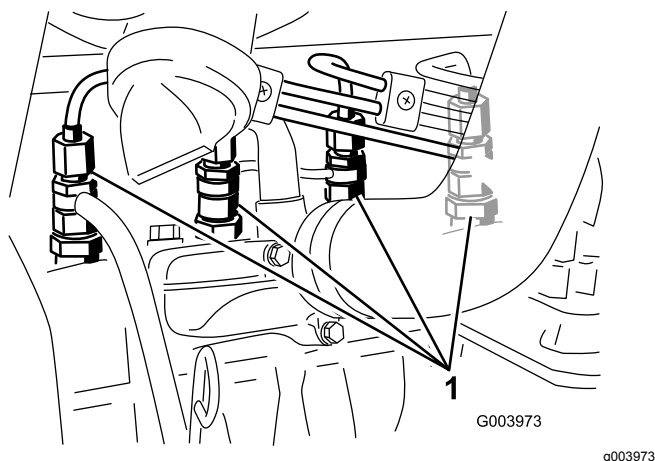

Figura 37
1. Afloje la conexión entre el tubo y el conjunto de boquilla y soporte N° 1 (Figura 37).